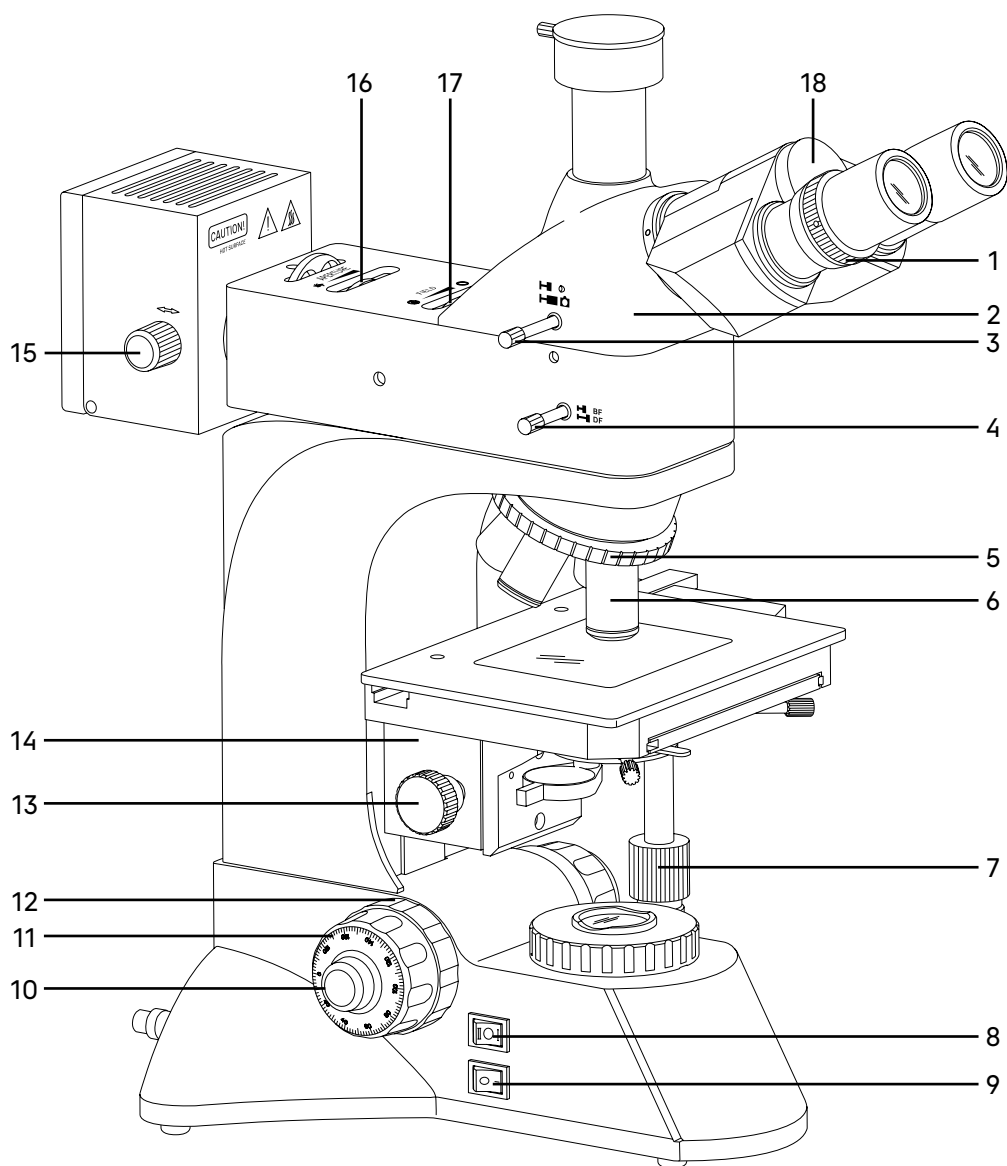

Рис. 2. Микроскоп MAGUS Metal D600 BD LCD. Вид слева
- револьверное устройство 5 (рис. 2) с объективами 6 (рис. 2);
- кронштейн конденсора 14 (рис. 2).
На левой боковой поверхности основания расположен выключатель электропитания 9 (рис. 2). В положении «—» включается, а в положении «0» выключается сетевое напряжение.
Также на левой боковой поверхности основания расположен переключатель осветителя проходящего/отраженного света 8 (рис. 2). В положении «I» включается осветитель проходящего света, а в положении «II» включается осветитель отраженного света.
Механизм регулировки жесткости хода грубой фокусировки 12 (рис. 2) – кольцо между штативом и рукояткой грубой фокусировки с левой стороны. С помощью кольца регулируется жесткость хода грубой фокусировки таким образом, чтобы жесткость была комфортной для пользователя, но при этом предметный столик не опускался самопроизвольно во время работы.
Насадка 2 (рис. 2) обеспечивает визуальное наблюдение изображения объекта.
Изменение межзрачкового расстояния в насадке осуществляется разворотом окулярных тубусов 2 (рис. 1) в пределах 48–75 мм. Значение расстояния, установленного в соответствии с глазной базой наблюдателя, отсчитывается по шкале на визуальной насадке 18 (рис. 2).
Механизм диоптрийной подвижки на левом окулярном тубусе служит для компенсации аметропии глаз наблюдателя. Регулировка осевого положения окуляра производится кольцом 1 (рис. 2). Второй окулярный тубус насадки неподвижный.
В вертикальный тубус 22 (рис. 1) корпуса визуальной насадки (канал визуализации) для фиксации камеры (видеоокуляра) устанавливается переходник C-mount. Камера служит для вывода изображения на экран компьютера или монитор/телевизор. Переключение светового потока на вертикальный тубус производится рукояткой 3 (рис. 2). Рукоятка имеет два положения: 100/0 и 0/100.
Револьверное устройство 5 (рис. 2) обеспечивает установку пяти объективов 6 (рис. 2). Смена объективов производится вращением револьверного устройства за рифленую поверхность до фиксированного положения.
Двухкоординатный предметный столик 5 (рис. 1) обеспечивает перемещение объекта в двух взаимно перпендикулярных направлениях с помощью рукояток 7 (рис. 2), расположенных на одной оси.
Конденсор 13 (рис. 1) установлен в кронштейн 14 (рис. 2) под предметным столиком микроскопа. Тип крепления конденсора – «под винт». Перемещение конденсора вдоль оптической оси микроскопа осуществляется с помощью рукоятки перемещения кронштейна конденсора 13 (рис. 2), расположенной слева от наблюдателя под столиком микроскопа. Диапазон перемещения конденсора – не менее 13 мм.
Питание лампы осуществляется от сети переменного тока через источник электропитания, расположенный внутри штатива. Включение осветителя осуществляется с помощью выключателя 9 (рис. 2) и переключателя 8 (рис. 2). Регулировка яркости осуществляется диском 9 (рис. 1).